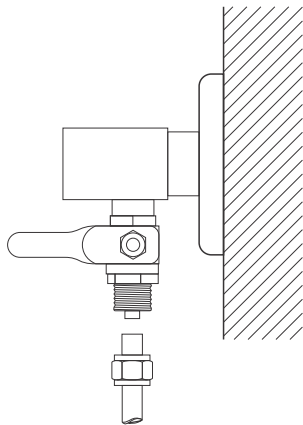

Рисунок 9. Вентиль входа поступающей воды
- открыв шаровидный вентиль, вода из сетей подается в систему (рисунок 9), заметна работа насоса;
- если аппарат более 1 месяца не эксплуатируется, то вентиль поступающей воды перекрывается (рисунок 9), резервуар освобождается, адаптер отключается из розетки;
- когда дома никого нет, для безопасности, вентиль поступающей воды перекрывается (рисунок 9), в противном случае, дистрибьютор не несет ответственности за последствия;
- в случае возникновения проблем, перекройте вентиль поступающей воды в аппарат (рисунок 9) и обратитесь в сервисный центр;